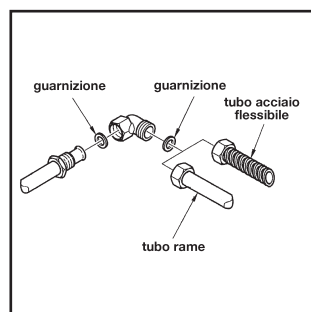

fig. 5
- A) Collegare il piano di cottura del gas utilizzando un tubo rigido di rame del diametro di 12 mm, come indicato nella fig. 5. Per assicurare una buona tenuta interporre la guarnizione in elastomero fornita come accessorio in dotazione (norma UNI 9264).